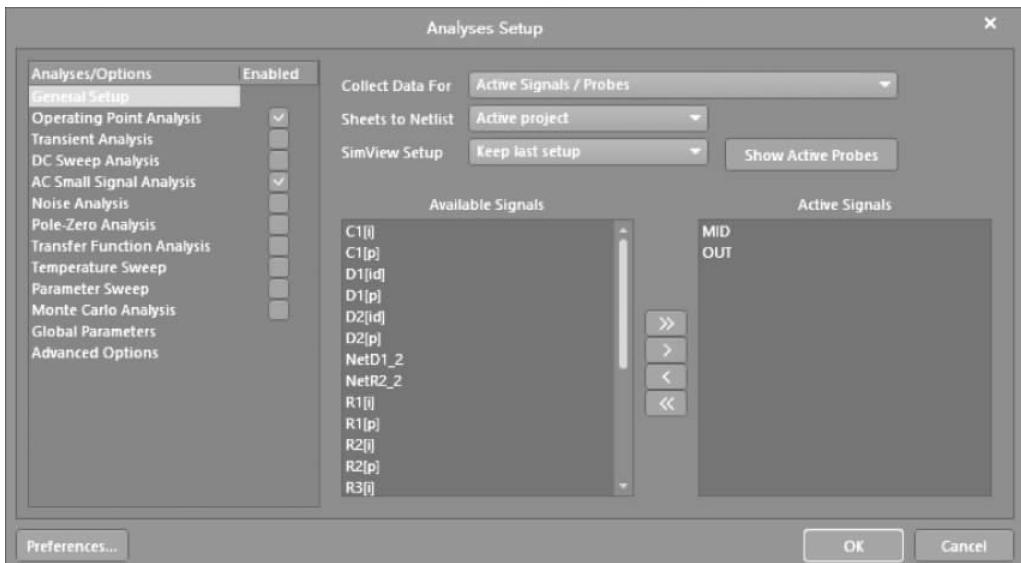

图 3-30 设置通用分析参数
- (1) 在 AD 主界面主菜单下选择 Simulate→Edit 'Mixed Sim' Setup。
- (2) 打开如图 3-30 所示的 Analyses Setup(分析设置)界面,按下面参数设置。
- ① 在 General Setup(通用设置)项内设置:
(活动信号),如图 3-30 所示。